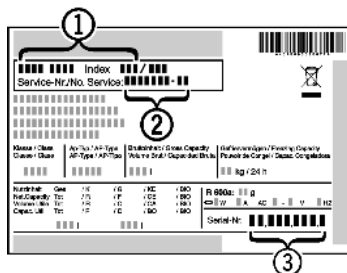

Fig. 3
- ▶ Gerätebezeichnung *Fig. 3 (1)*, Service-Nr. *Fig. 3 (2)* und Serial-Nr. *Fig. 3 (3)* vom Typenschild ablesen. Das Typenschild befindet sich an der linken Geräteinnenseite.
- ▶ Den Kundendienst benachrichtigen und den Fehler, Gerätebezeichnung *Fig. 3 (1)*, Service-Nr. *Fig. 3 (2)* und Serial-Nr. *Fig. 3 (3)* mitteilen.